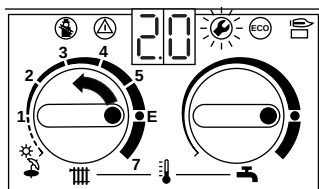

Figura 69
- Rodar o regulador de temperatura para o avanço do aquecimento até aparecer "2.0", 5 segundos depois aparece o tipo de funcionamento regulado "0.", isto significa funcionamento normal (figura 69).